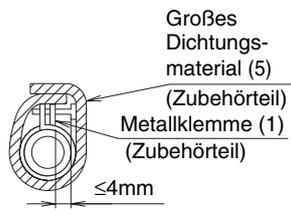

Abb. 12
Isolieren Sie die Klemme (1) und den Ablaufschlauch (2) mit dem beiliegenden großen Stück Dichtungsmaterial (5), wie in der folgenden Abbildung dargestellt. (Siehe Abb. 12)